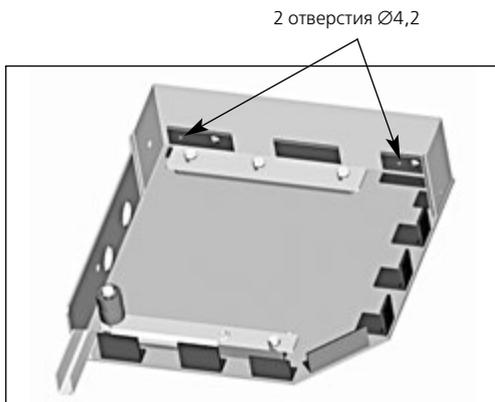

Рис.2.9
2. Разметить и сверлить совместно в уголках верхней части крышек и в задней панели короба по два отверстия $\varnothing 4,2$ мм для последующей установки заклепок (рис.2.9);